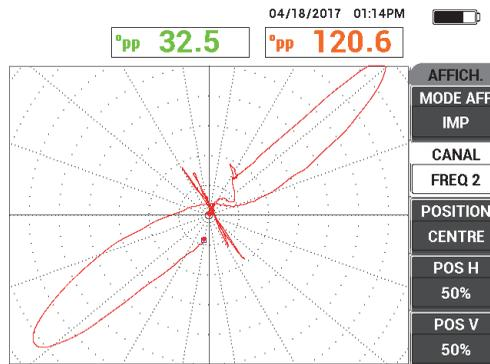

Figure 5-199 Balayage du tube sur toute sa longueur
4. Balayez le tube sur toute sa longueur, et puis appuyez sur la touche FREEZE (  ) [voir la Figure 5-199 à la page 286].